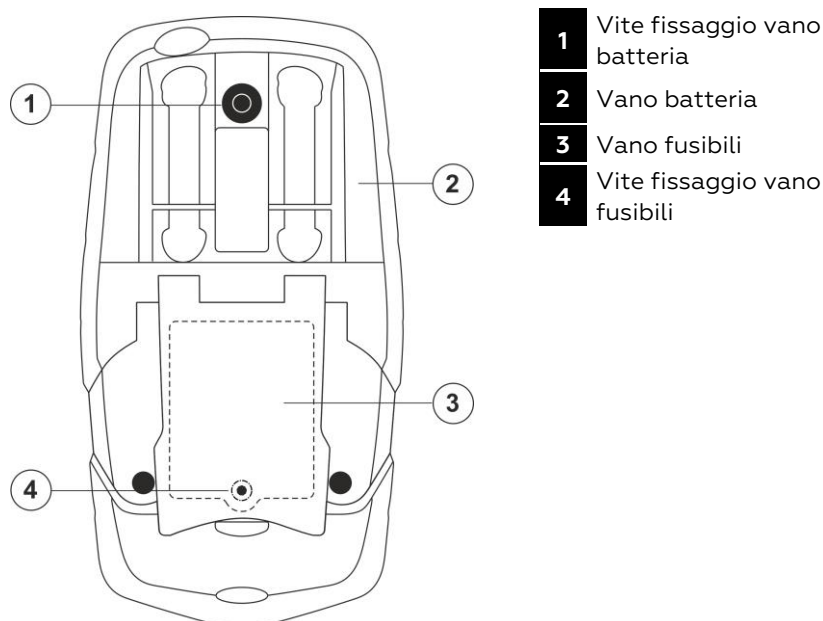

Fig. 10: Sostituzione batterie e fusibili interni
3. Svitare la vite di fissaggio del vano batterie (vedere Fig. 10 – parte 1) sulla parte posteriore alta dello strumento e rimuoverlo
2. Svitare la vite di fissaggio del coperchio del vano fusibili sotto il leggìo dello strumento (vedere Fig. 10 – parte 4) e rimuoverlo